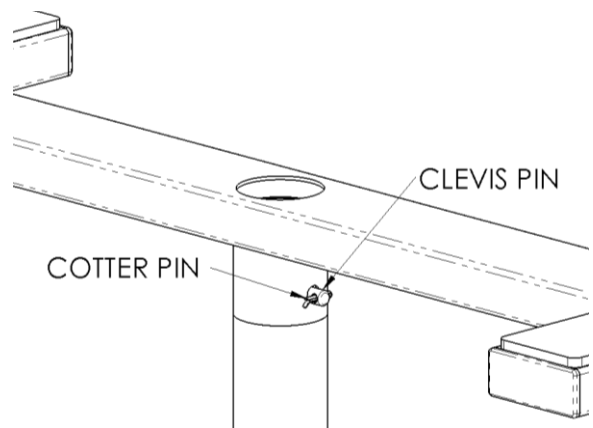

FIGURA 2
di coppia (ITEM-7) attraverso il foro del perno a perno, come mostrato nella Figura 2.
3. Se si dispone di un soffitto da 8 a 10 piedi , collegare il telaio superiore (ITEM-1) al tubo di prolunga (ITEM-2) allineando i fori e inserendo la coppia e la coppia come mostrato nella Figura 2.